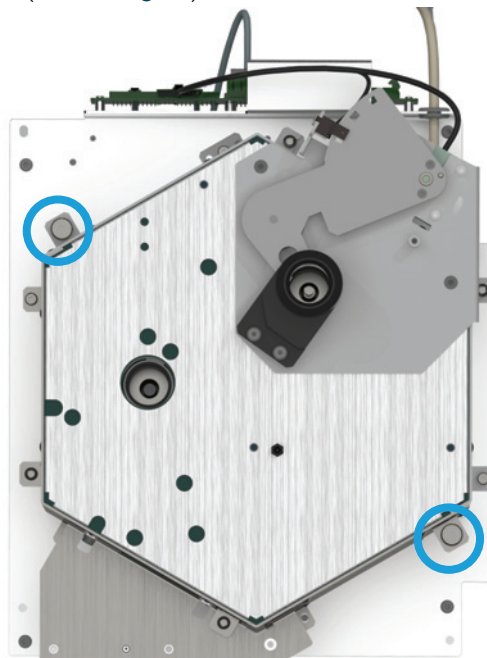

Abb.13. Lockern Sie die Rändelschrauben auf der oberen Ofenbaugruppe.
- b Drehen Sie die beiden unverlierbaren T-20-Torx-Flügelschrauben vollständig heraus (Abbildung 13).